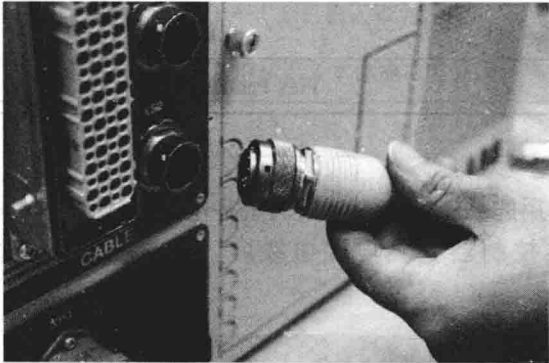

图 1-19 工业机器人控制器安装转数计数器电缆线
(2) 对工业机器人控制器及工业机器人本体安装转数计数器接电缆线，安装如图 1-19 至图 1-21 所示。